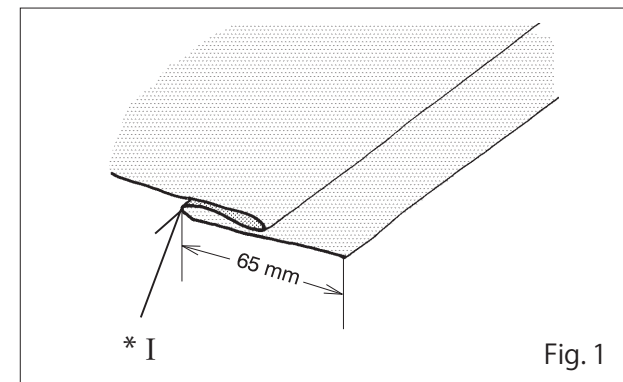

Fig. 1
1. Turn up the hem to the required depth and press. Fold the hem back against the §right§ side of the garment, creating a §soft§ fold on the §wrong§ side of the fabric – see Fig. 1.
1. Подогните материал на требуемую величину подгибки и проутюжьте. Отверните подгибку на лицевую сторону ткани, образуя на изнаночной стороне мягкую складку (см. рис. 1).